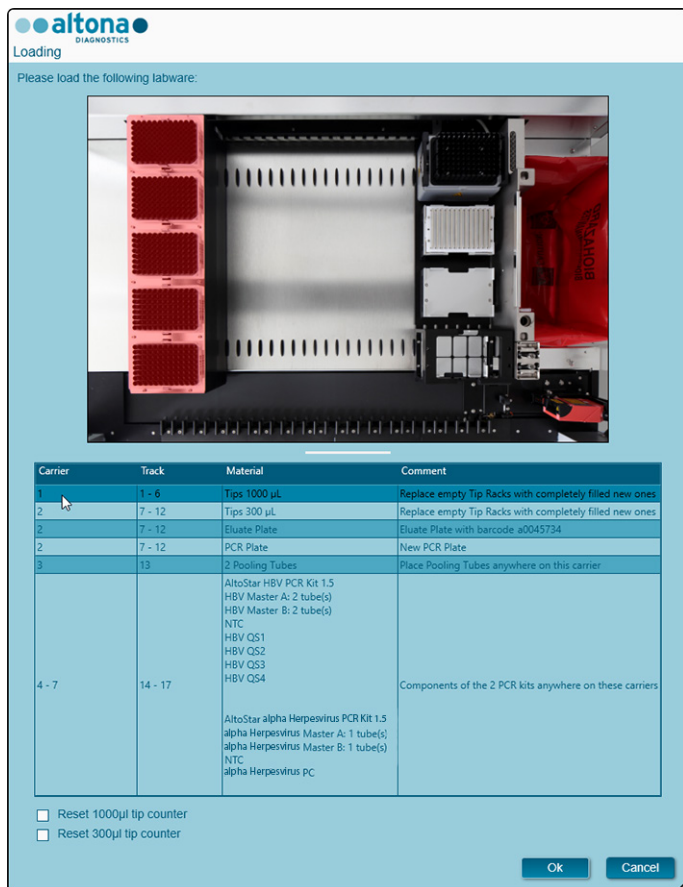

Figura 18: Cuadro de diálogo Loading (carga)
1. Haga clic en el botón **Start Run** (iniciar serie) en la barra de herramientas de la pantalla **Start PCR Setup Run** (iniciar serie de configuración de PCR) para mostrar el cuadro de diálogo **Loading** (carga) (consulte la Figura 18).